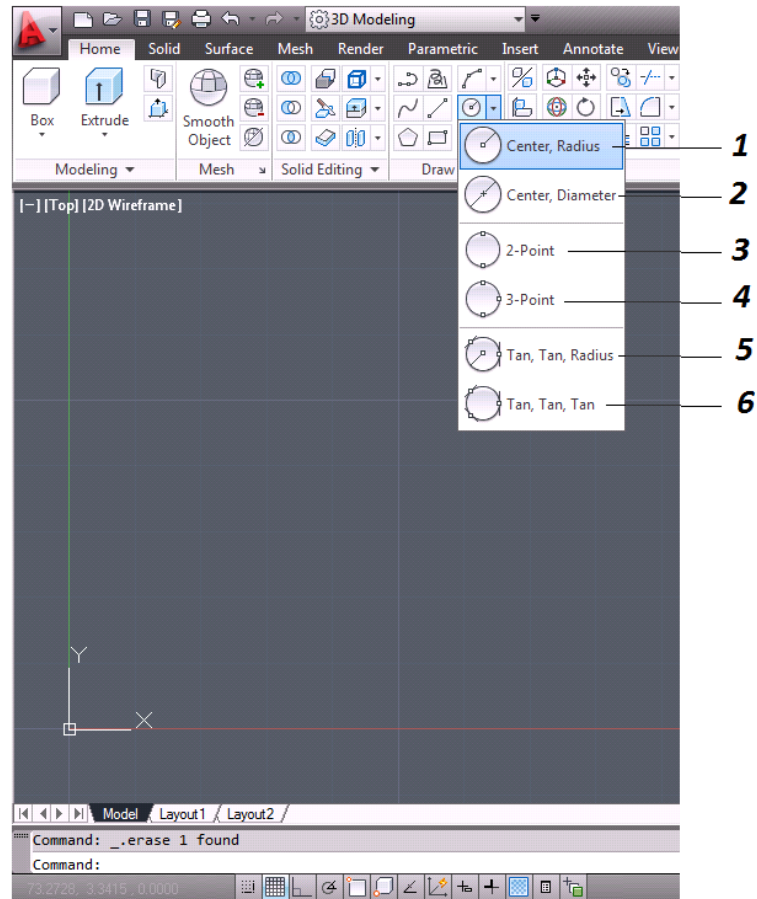

Figura 3.18 Creación de Entidades “Círculo”
1. **CENTRO, RADIO – CENTER, RADIUS:** Se crea un círculo, primero definiendo el centro del mismo después se introduce el radio deseado y damos enter (*figura 3.18*).
2. **CENTRO, DIAMETRO – CENTER, DIAMETER:** se ejecuta la secuencia anterior solo que en esta ocasión cambiamos el radio por el diámetro deseado (*figura 3.18*).
3. **2 PUNTOS – 2 POINT:** Se selecciona la primera coordenada, enseguida la siguiente coordenada la cual se asumirá como diámetro (*figura 3.18*).
4. **3 PUNTOS – 3 POINTS:** Se inserta la coordenada de una tangente, enseguida una segunda tangente y finalmente un tercer tangente, quedara inscrito en 3 coordenadas excepto si estas fueron dadas en forma colineal (*figura 3.18*).
5. **TAN, TAN, RADIO – TAN, TAN, RADIUS:** 1ª coordenada tangente, 2ª coordenada tangente y por ultimo el valor del radio el cual el programa calcula la ubicación mas cercana (*figura 3.18*).
6. **TAN, TAN, TAN:** Igual a la secuencia anterior solo que ahora se tendra una tercer tangente en lugar de un radio, este quedara inscrito entre estas tres coordenadas (*figura 3.18*).